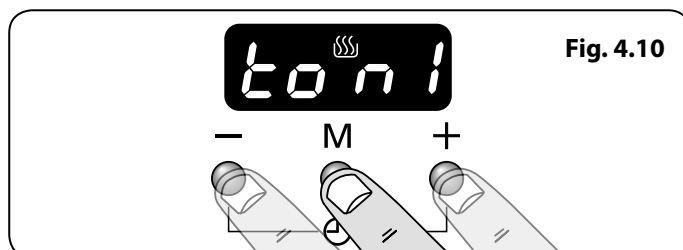

Fig. 4.10
- Tryck samtidigt på knapparna [+] och [-], och tryck därefter på lägesknappen [M]. Displayen visar "ton 1, 2 eller 3" (Fig. 4.10).